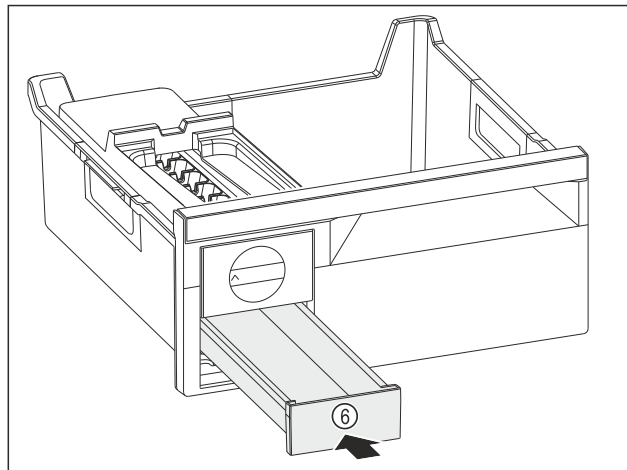

Fig. 146
- ▶ Вкарайте чекмеджето за ледени кубчета Fig. 146 (6).